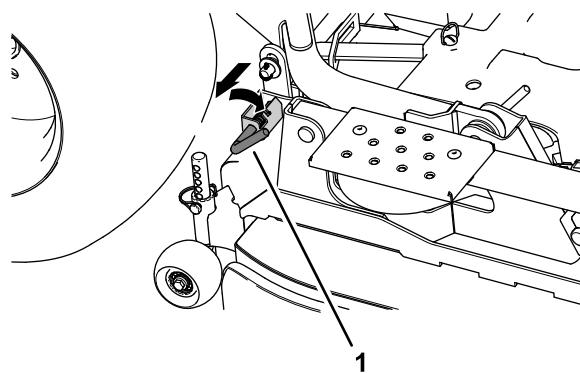

図 113
3. 刈り込みデッキの両側にある後リンクピンを解除引いて回すし、デッキを降下させる 図 113。
13. 後リンクピンを回して刈り込みデッキの後昇降リンクを接続する 図 113 刈り込みデッキの取り外し \(ページ 76\)を参照。